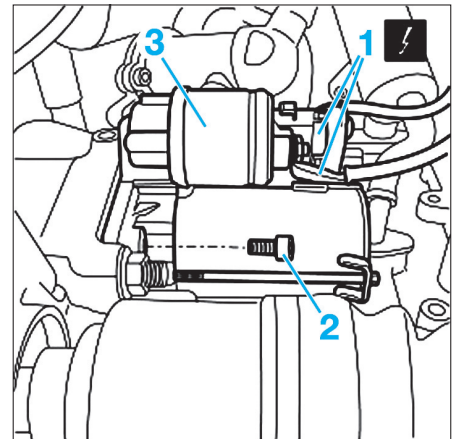

Fig. 5
- Débrancher le fil (1) du démarreur (Fig.5).
- Déposer les vis de fixation (2), puis déposer le démarreur (3).